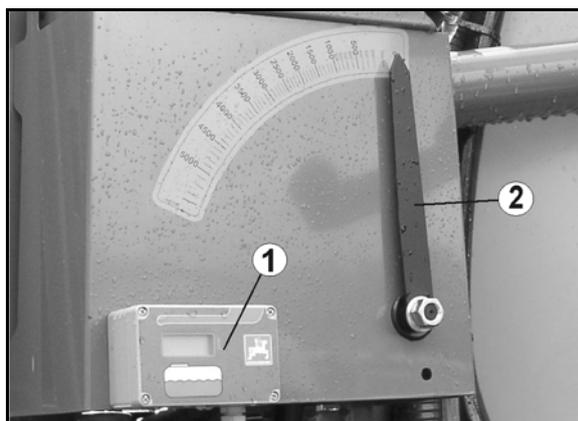

Рис. 55
- электронный (Рис. 55/1) (опция);
- механический (Рис. 55/2)